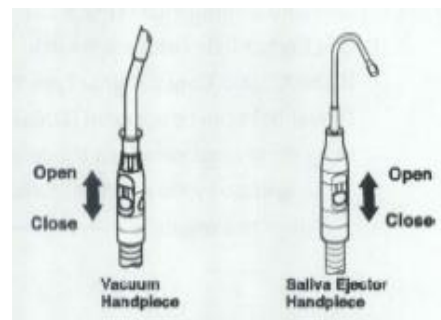

Рис. 3-24 Вакуумный наконечник и слюноотсос
(4) Держатель инструментов со стороны ассистента (**Рис. 3-24**)